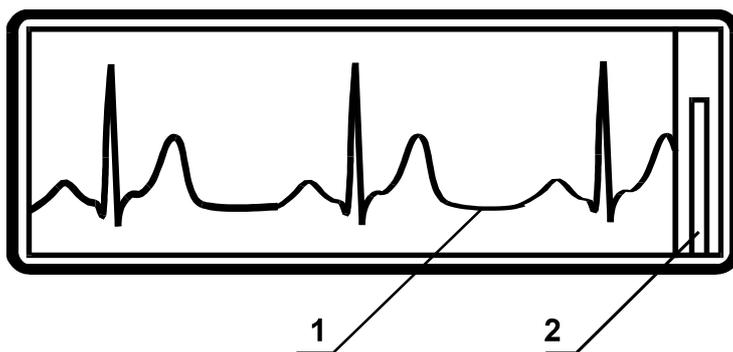

Рисунок 3 - Режим отображения ЭКГ
10.11.1. В режиме отображения ЭКГ на ЖК дисплее отображается ЭКГ 1 и калибровочный импульс 1 мВ 2 (Рис. 3).